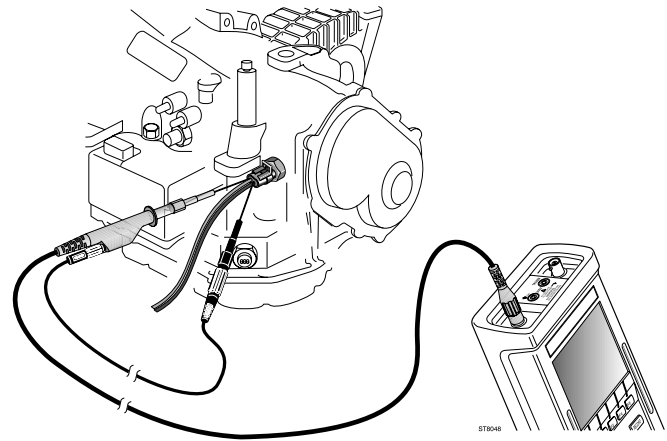

Bild 41, Testen eines Fahrzeuggeschwindigkeits-Sensors
3. Schließen Sie die Meßleitungen so an, wie dies von der Funktion 'Anschlußhilfe' und in Bild 41 dargestellt wird.